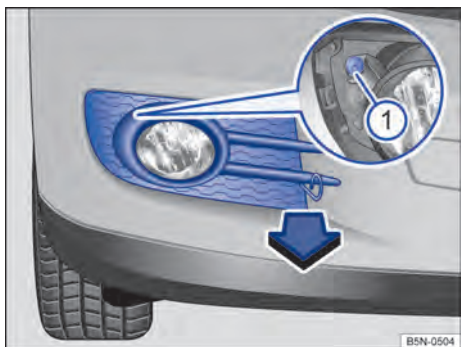
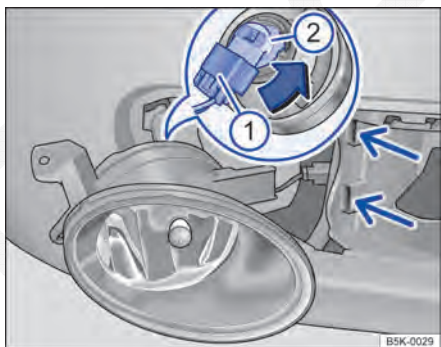

Fig. 244 No para-choque dianteiro à direita: desinstalar farol.
Fig. 245 Substituir a lâmpada incandescente do farol.
2. Retirar o gancho extrator das ferramentas de bordo e encaixar na abertura da cobertura ⇒ Fig. 244. Retirar a cobertura no sentido da seta para frente.
3. Desaparafusar o parafuso de fixação ① com a chave de fenda das ferramentas do veículo ⇒ Página 399.
5. Destravar e retirar o conector ⇒ Fig. 245 ①.
6. Girar o suporte de lâmpadas ② na direção da seta até o batente no sentido anti-horário e retirar para trás com a lâmpada incandescente.
9. Encaixar o conector ① no suporte da lâmpada ②. O conector precisa encaixar audivelmente.
10. Empurrar o farol por fora nos entalhes ⇒ Fig. 245 (setas) e instalar no para-choque
11. Apertar o parafuso de fixação ⇒ Fig. 244 ① com a chave de fenda.
12. Encaixar a cobertura no para-choque ⇒ Fig. 244.